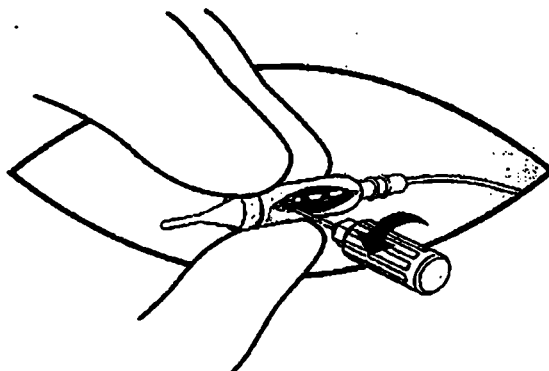

Figura 6. Afloje el tornillo de fijación.
6. Afloje el tornillo de fijación del extremo con tornillos con la llave dinamométrica girándola en sentido contrario al de las agujas del reloj (aproximadamente una vuelta) (Figura 6).